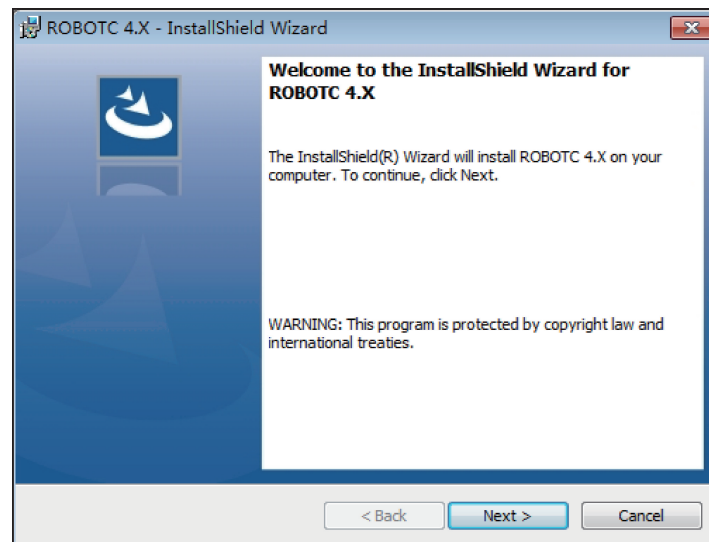

图 1-2
(2) 进入安装向导,然后单击 Next 按钮进入下一步,如图 1-2 所示。